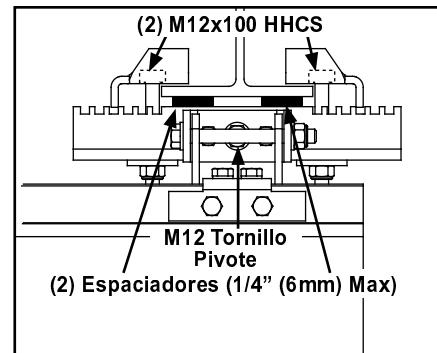

Figura 3-35
- Paso 2. Si ser requiere nivelar, afloje M12 x 100 mm HHCS , Tornillo desoporte de viga-l e inserte espaciadores, máximo 1/4 in (6 mm), entre el soporte de Viga-ly el patín inferior de la Viga-l. Vea Figura 3-35.
- Paso 3. Instale dos (2) M10 x 110 mm HHCS con tuercas Nylock M10. **Apriete hasta que tornillos asienten + 1/4 vuelta**. Do not over tighten. No apretar de más, puede doblar el soporte.